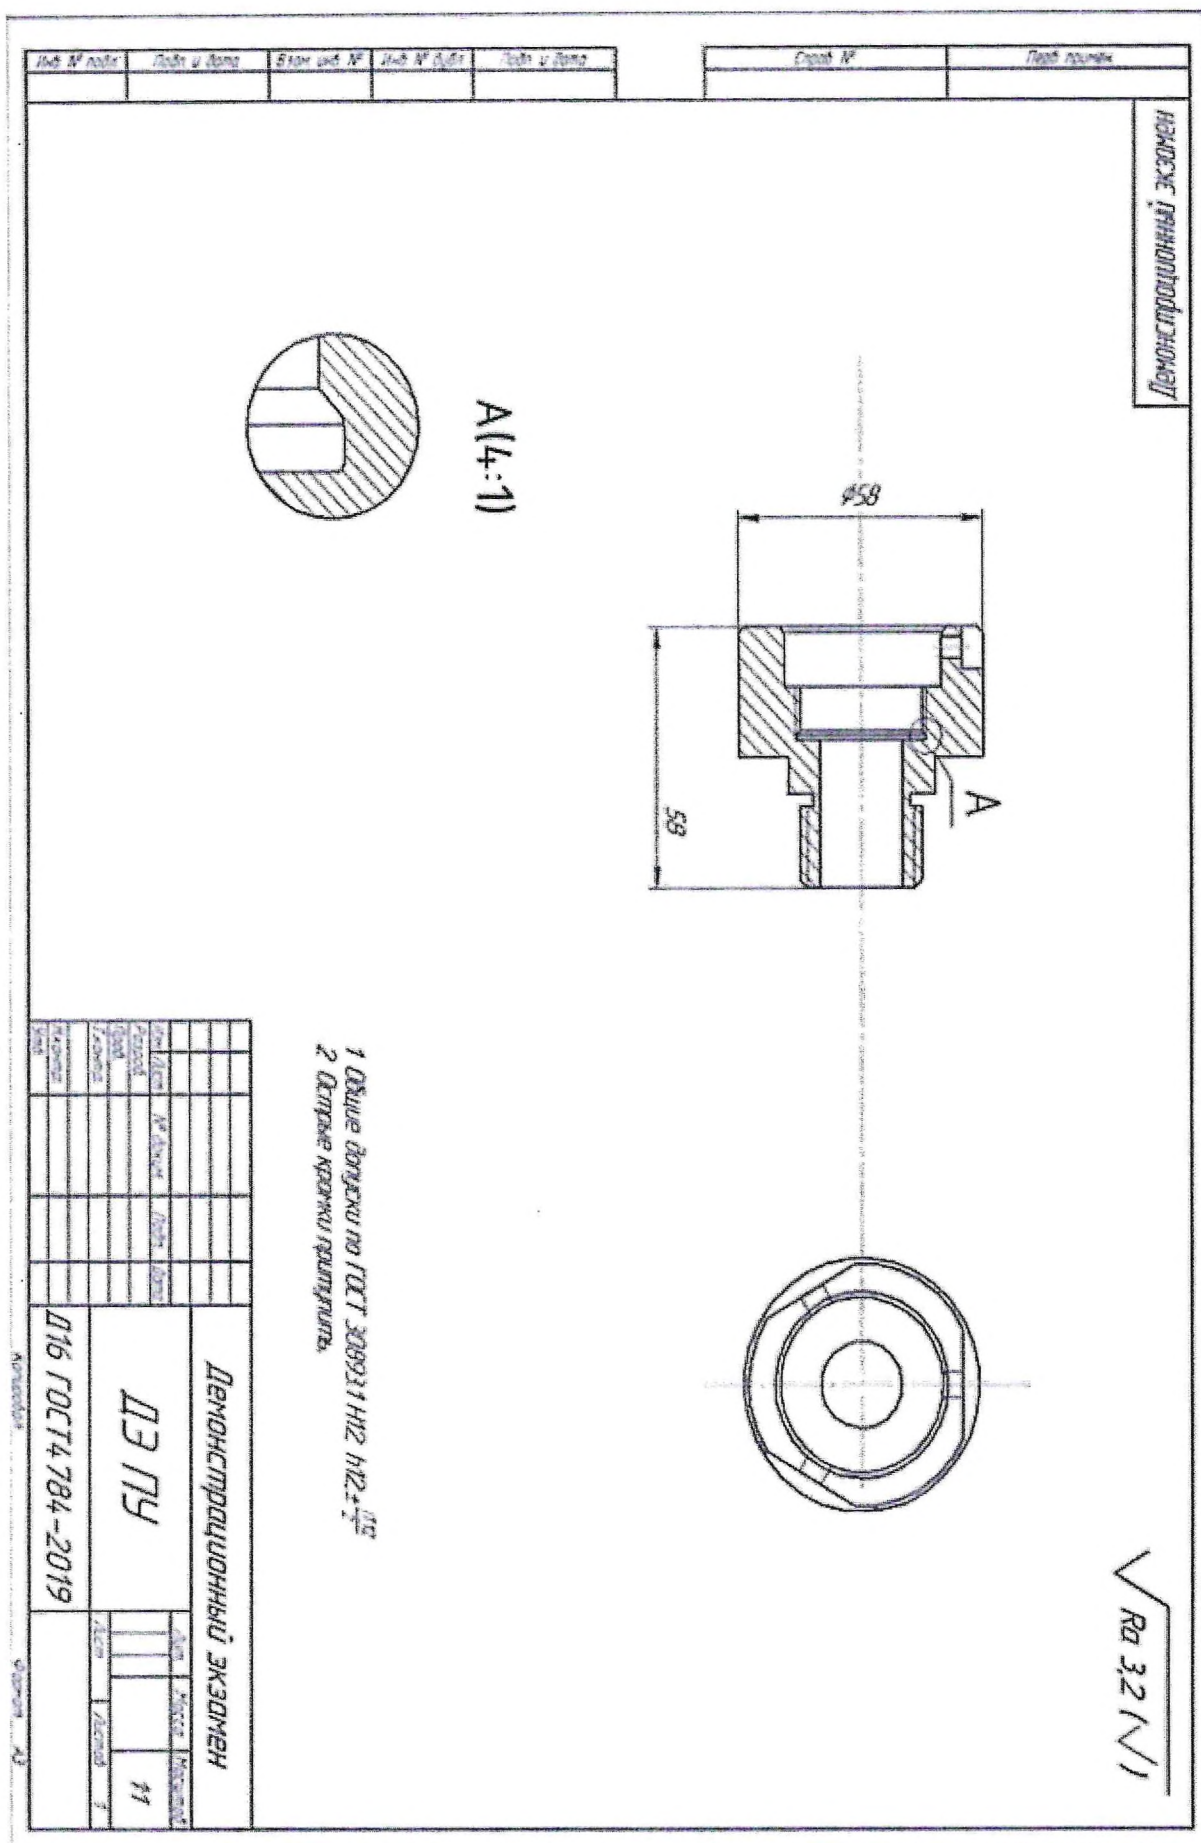

Рисунок 3 - Чертеж Модуль 3
5. Выполнить изготовление детали (Рисунок 3);